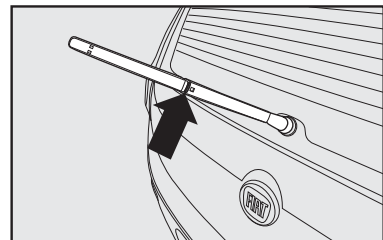

fig. 28
Sustitución de la escobilla del limpialuneta - fig. 28
- 1) Para quitar la escobilla, apriete el bloqueo indicado **fig. 28** y tire de la misma hacia arriba.